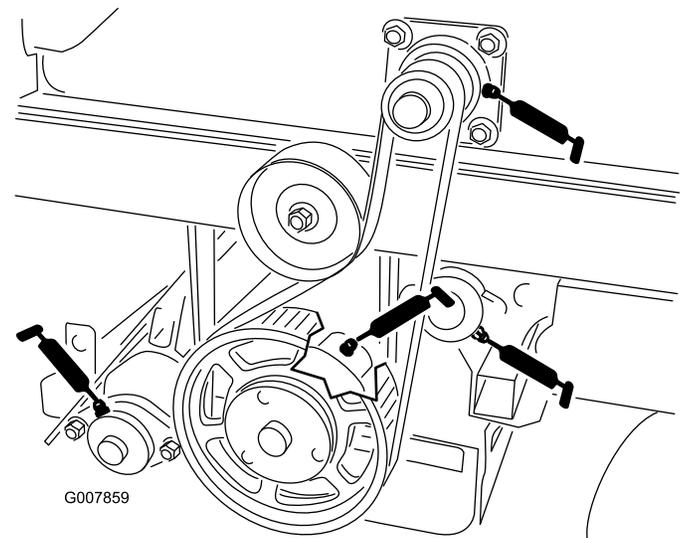
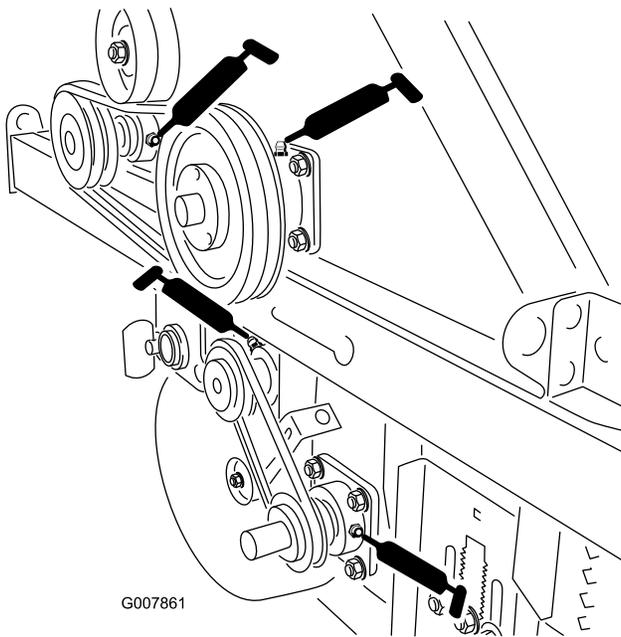

図 41
図 43
- チョッパー・アセンブリ、2ヶ所 図 43 と 図 41。
- 回転コーナー、2ヶ所 図 43 と 図 41
- ピックアップ・ブラシ、2ヶ所 図 43 と 図 41
- 後ローラ、2ヶ所 図 41